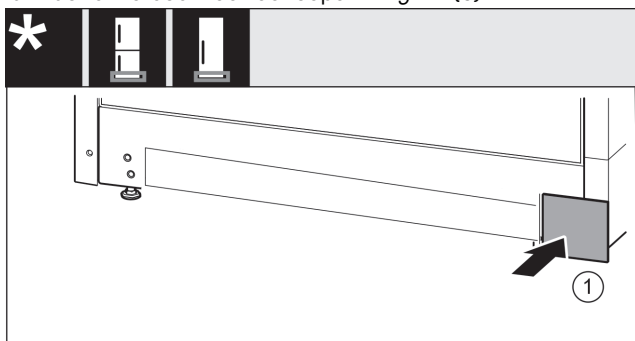

Fig. 15
- ▶ Aseta suojus takaisin paikoilleen toisella puolella. Fig. 15 (1)